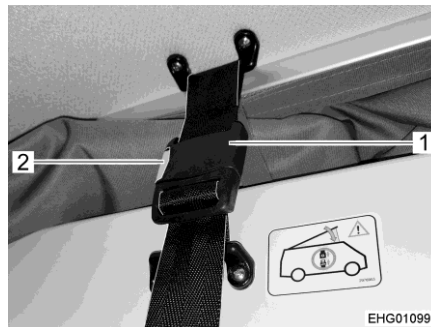

Bild 35 Verriegelung (Schlafdach)
- Schnappschloss (Bild 35,1) öffnen. Dazu roten Druckknopf (Bild 35,2) drücken.